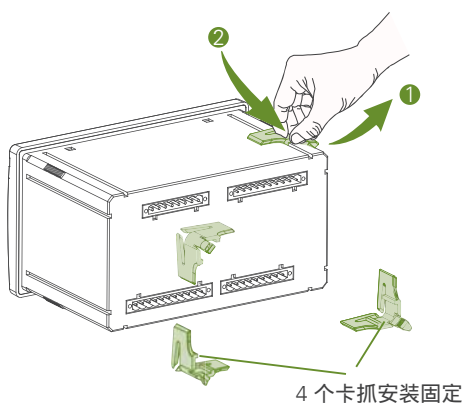

图1
- 1 安装前：如左图1指示，需先将4个卡抓拿下来，再将控制器嵌入开孔面板内；